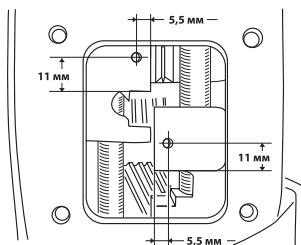

Рис. 9
- б. в вилках переключения просверлите отверстия согласно **Рис. 9**.